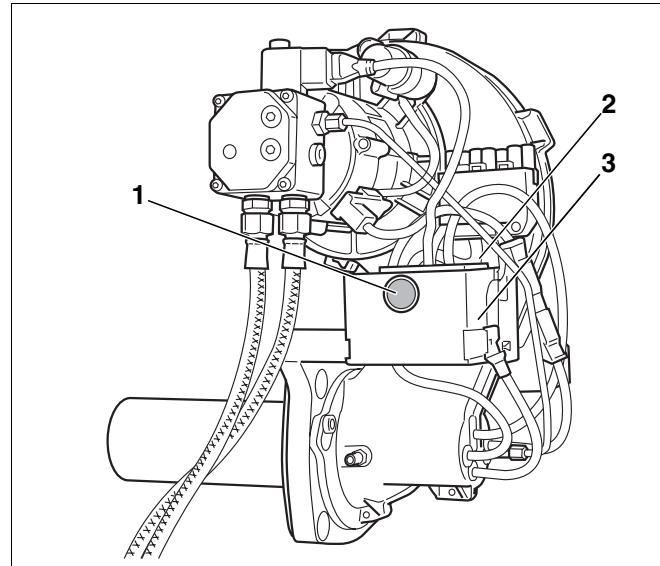

Рис. 16 Кнопка подавления помех и сигнальная лампа
- Выпускайте воздух из системы с помощью встроенного топливного насоса без повторного нажатия кнопки подавления помех (рис. 16, **поз. 1**).
- Нажимать на кнопку подавления помех (рис. 16, **поз. 1**) более 1 секунды. Примерно через пять секунд горелка перейдет в пусковой или рабочий режим (см. таб. 10, "Показание рабочего состояния горелки на многоцветном светодиоде.", стр. 18).
- Нажмите кнопку подавления помех (рис. 16, поз. 1, стр. 22 ).